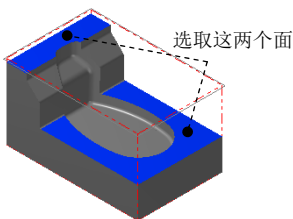

图 3.17 选取加工面
(1) 选取加工面。在图形区中选取图 3.17 所示的两个面, 然后按 **Enter** 键, 系统弹出“刀具路径的曲面选取”对话框。